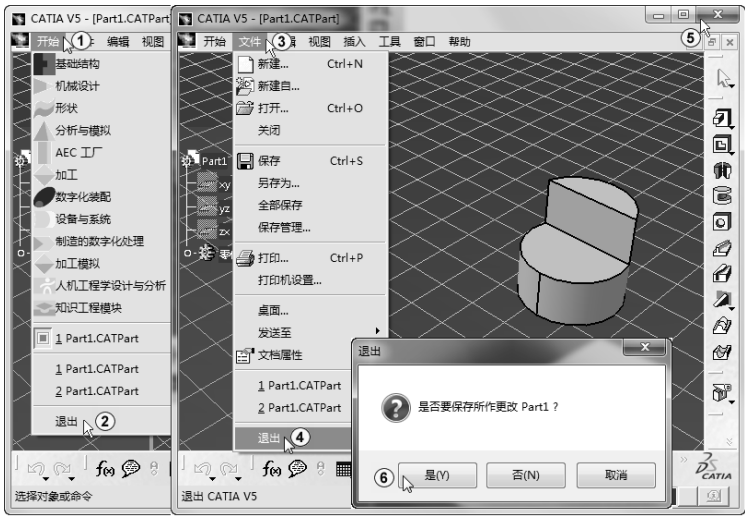

图 1-32 退出 CATIA V5
- 1) 选择主菜单中的“开始”→“退出”命令，如图 1-32 中①②所示。
- 2) 选择主菜单中的“文件”→“退出”命令，如图 1-32 中③④所示。
- 3) 单击 CATIA V5 系统右上角的“关闭”按钮（窗口右上角符号），如图 1-32 中⑤所示），如果没有对打开的文件进行任何操作即可退出系统。如果对打开的文件进行了操作而没有对文件进行保存，系统会弹出“退出”对话框，单击“是”按钮，如图 1-32 中⑥所示，选择要保存文件的路径，单击“保存”按钮即可对该文件进行保存并退出 CATIA V5；单击“否”按钮即不对该文件进行保存并退出系统；单击“取消”按钮，即取消该操作并回到绘图工作环境。